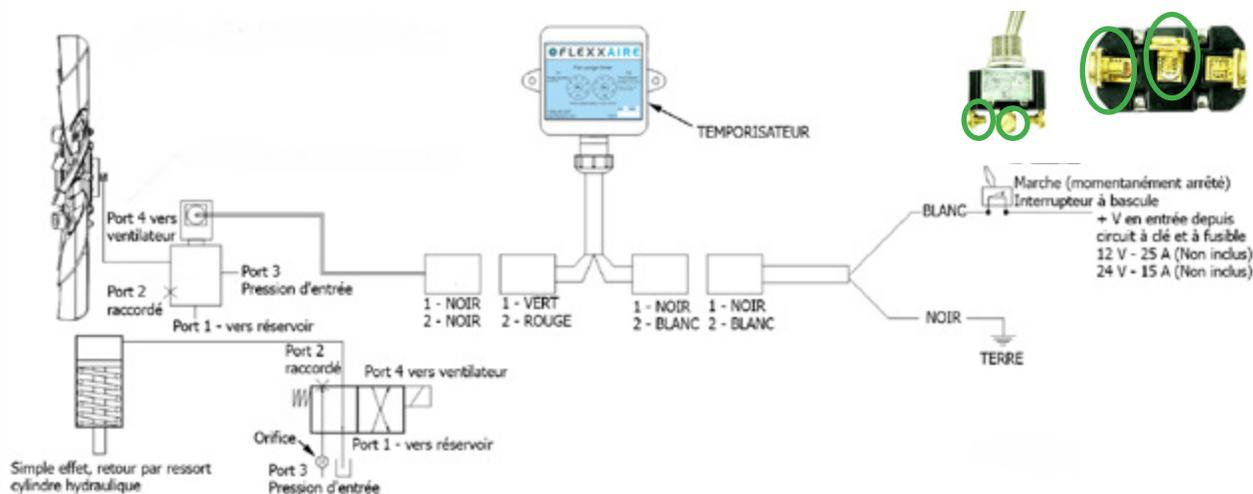

Figure 1
Veuillez consulter la figure 1 ci-dessous.
1. Montez l'électrovanne à un endroit approprié de l'application. Si une plaque d'écartement est fournie avec le kit de commande, montez la plaque entre la vanne et la surface de montage selon les besoins. Assurez-vous que l'orifice se trouve dans le port 3. Voir la figure 1.
Les corps des vannes de régulation Flexxaire utilisés sur les systèmes à 2 positions (sauf FlexxTempo) comprennent un orifice pour contrôler la vitesse à laquelle les pales changent de pas. Consultez la figure 1 à la page 6-2 pour des informations concernant l'emplacement spécifique de l'orifice.